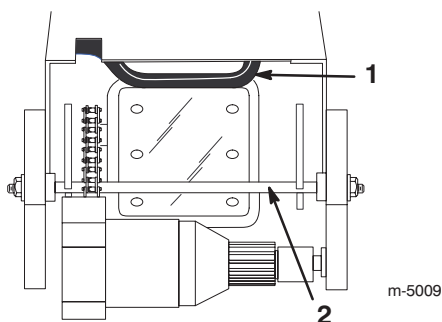

Figure 3
8. Poussez le bras de verrouillage pour débloquent l'essieu (Fig. 3).
9. Tirez l'essieu vers le haut tout en maintenant le bras de verrouillage à l'intérieur (Fig. 3).
10. Continuez de tirer l'essieu vers l'avant jusqu'à ce que la tige de verrouillage adopte la position bloquée (Fig. 3).